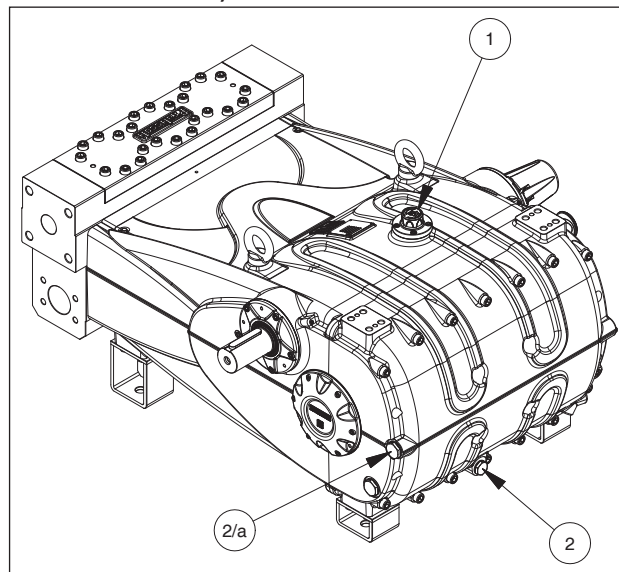

Fig. 4
Vérifiez le niveau d'huile à l'aide de la jauge d'huile ①, Fig. 4.
Si nécessaire, faire l'appoint à travers le bouchon de l'huile ① Fig. 4.
Le contrôle de niveau d'huile correct est effectué avec la pompe à la température ambiante, l'huile doit être vidangée avec la pompe à la température de fonctionnement en retirant le bouchon rep. ②, Fig. 4. (Utiliser le bouchon rep. 2/a pour la version verticale.)